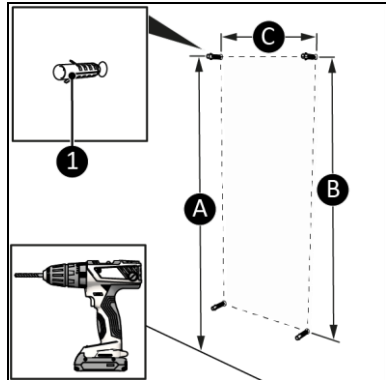

Abbildung 8
4. Bohren Sie oben zwei Löcher für die Dübel mit einem horizontalen Abstand von 392 mm zwischen den Löchern (Abbildung 8, Pos. C). Verwenden Sie die Abstände aus der folgenden Liste, um sicherzustellen, dass der Abstand zum Boden unter dem Gerät mindestens 60 cm beträgt. (Abbildung 8, Pos. A):
5. Bohren Sie zwei untere Löcher für die Wanddübel mit einem horizontalen Abstand von 392 mm zwischen den Löchern (Abbildung 8, Pos. C). Der vertikale Abstand zwischen den unteren und oberen Löchern beträgt circa (Abbildung 8, Pos. B):
6. Platzieren Sie die Dübel und die mitgelieferten Ringe (Abbildung 8, Pos. 1).